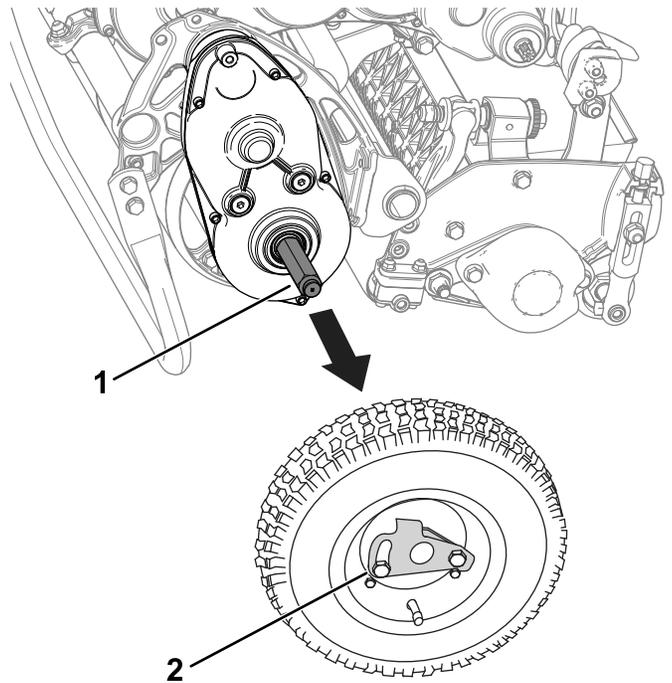

Figure 14
3. Déposez les roues de transport en poussant les clips de verrouillage hors des arbres (Figure 14).